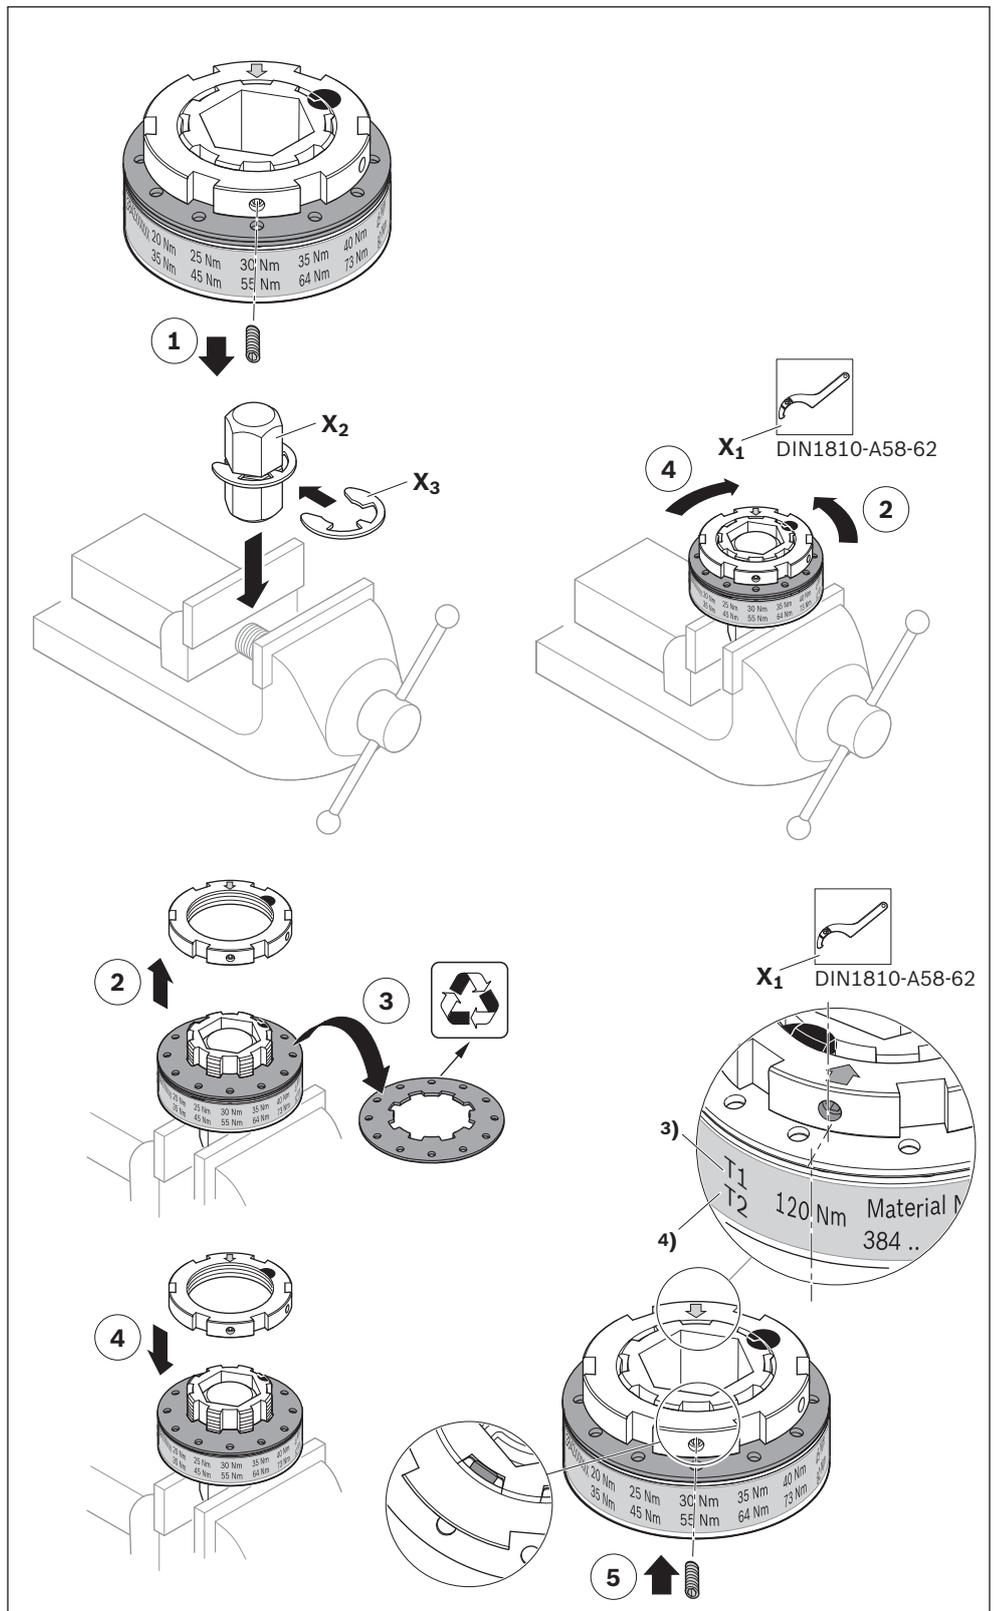

图 160: 改造安全联轴器
- 注意电机铭牌上的电气连接值，见图 160 (第 171 页)。